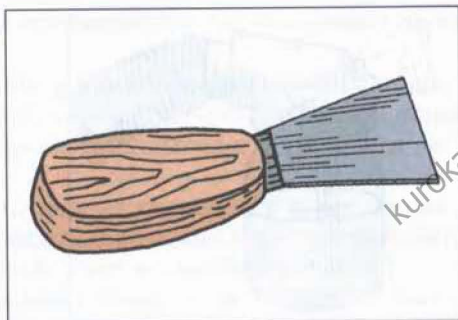

Рис. 168. Шпатель
**Шпатели** – плоские лопаточки, металлические или деревянные (рис. 168), используются для нанесения и разравнивания шпаклёвки. К деревянным поверхностям металлические шпатели можно применять для удаления старой замазки, краски и обоев.